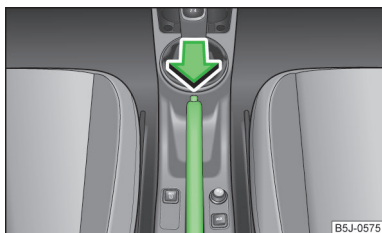

Fig. 88
- Levantar un poco la palanca del freno de mano y pulsar **a la vez** el botón de bloqueo » fig. 88.